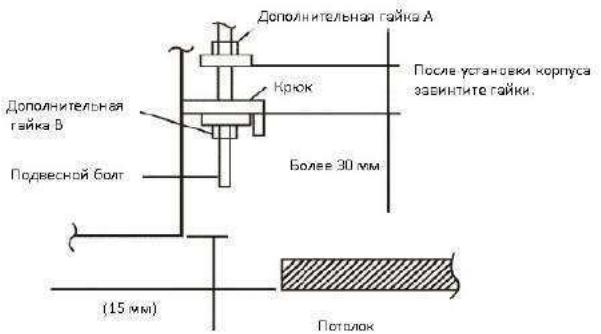

Рис.7
- (1) Закрепите сперва гайку А, затем гайку В на болт подвески (Рис.7)
- (2) Поддерживая блок, установите и зафиксируйте специальными фиксирующими пластинами и заверните гайки на кронштейнах (Рис.7)
- (3) Закручивайте гайку В для регулировки высоты блока. (Рис.7)
- (4) При помощи уровня или виниловой трубы отрегулируйте гайками на кронштейнах положение блока в горизонтальной плоскости.